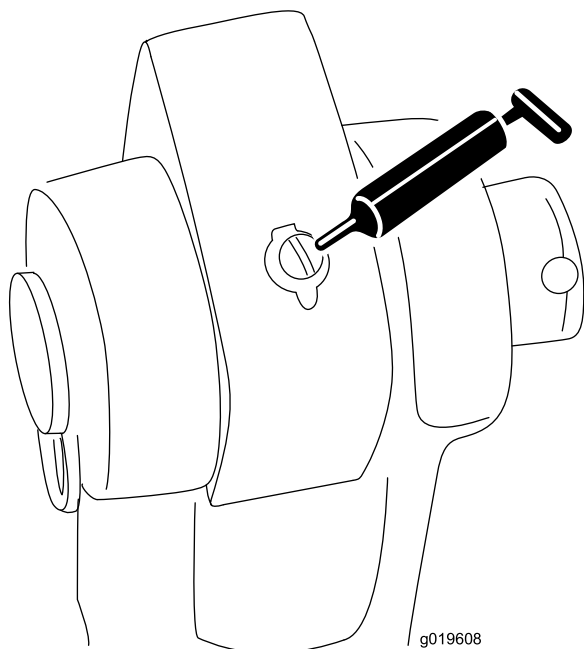

Figure 20
Pivots de vérin (2) – Figure 20